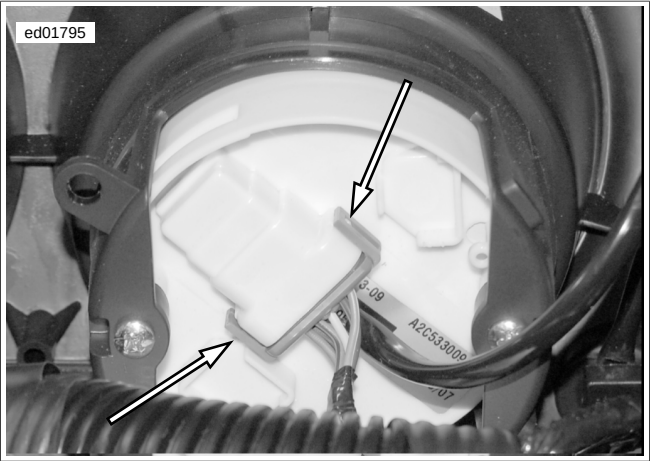

Figura 2-6. Conector del velocímetro [39]
1. Vea Figura 2-6. Libere los pestillos externos y desconecte el conector [39B].